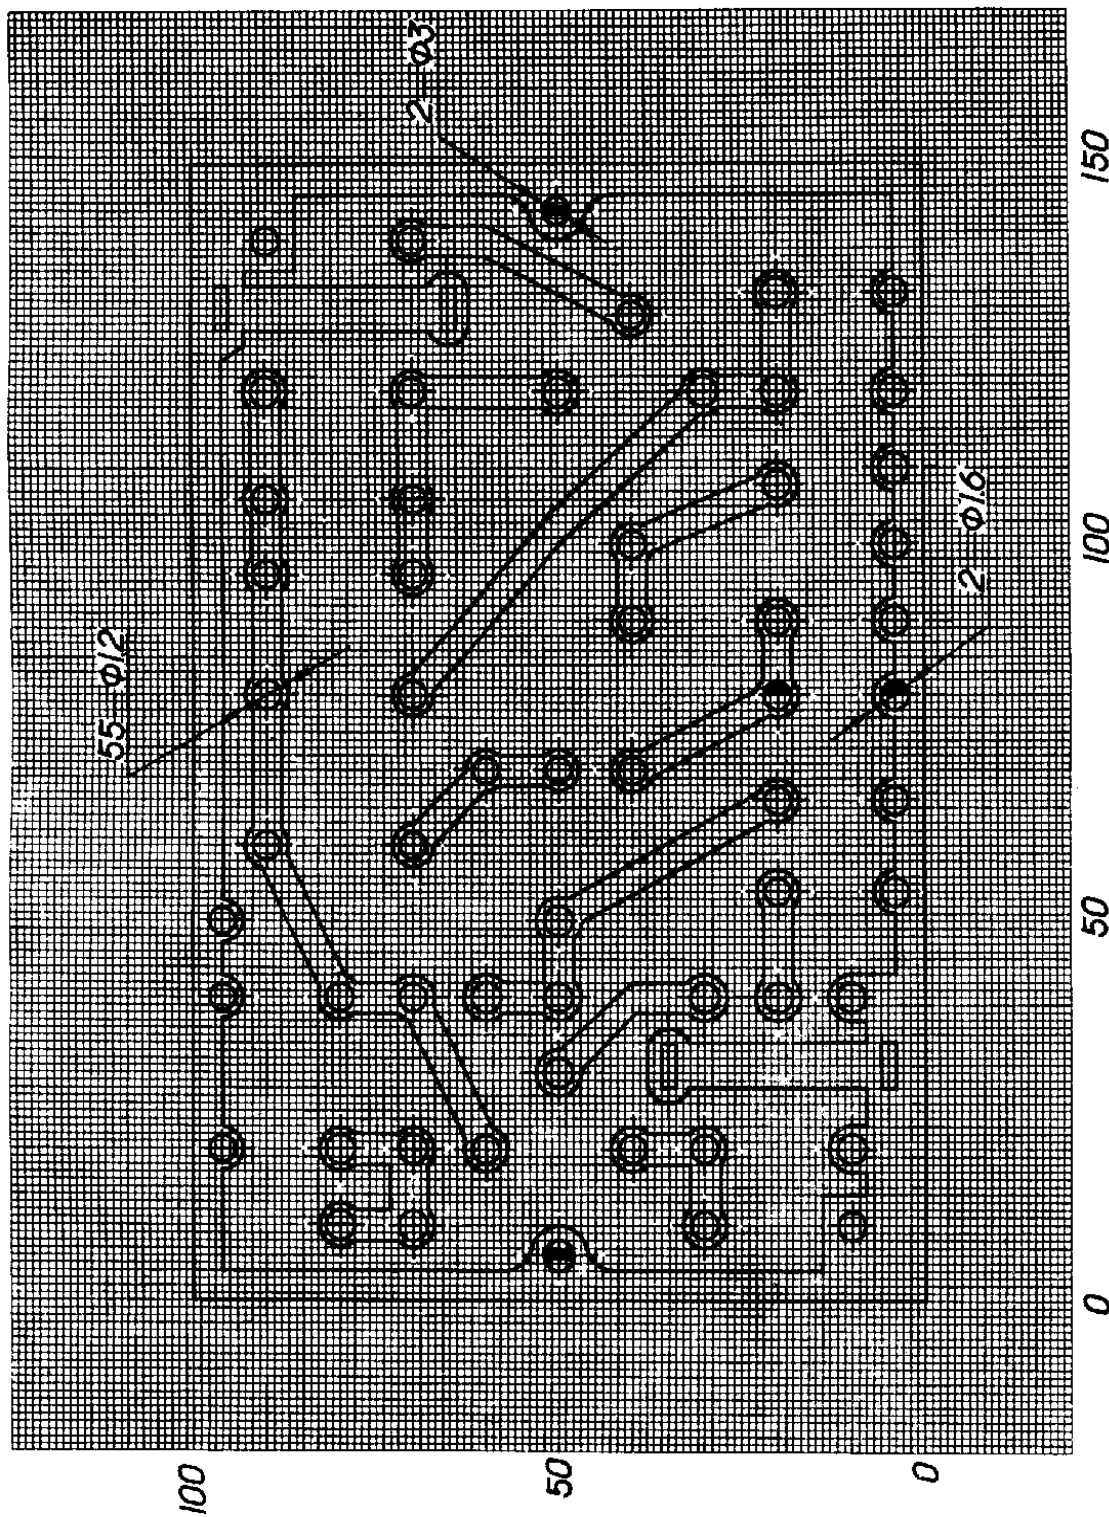

图 46
4.9 对于印制板类的零件，可直接采用坐标格子表示尺寸（图46）。